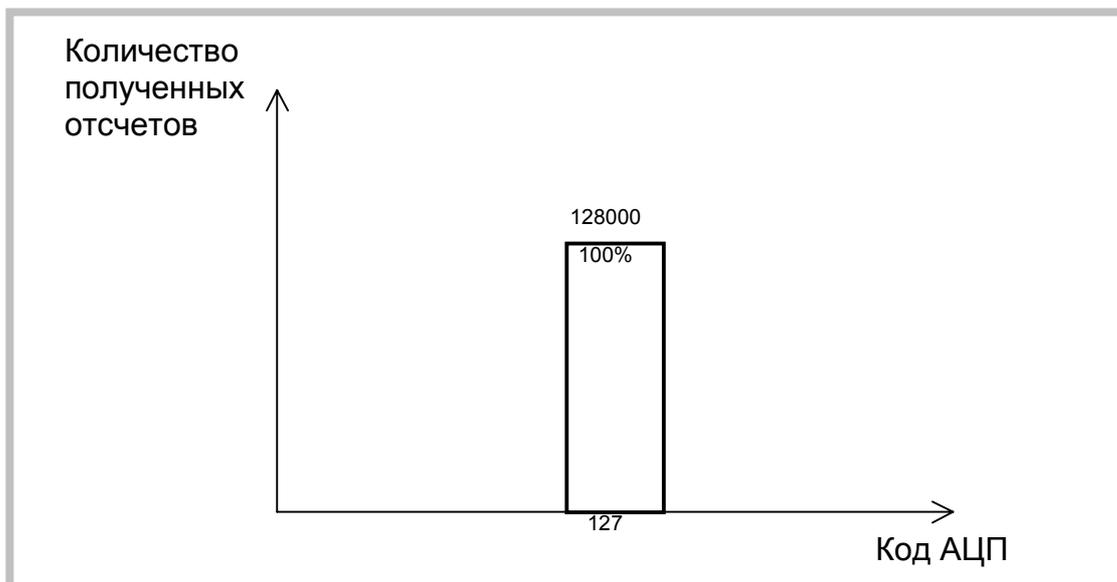

Рисунок 8. Статистика результатов данных 2
- 2) Диапазон напряжений входного сигнала платы ЛА-н10М6РСІ $\pm 1В$. Частота запуска АЦП - 6,25 МГц. Число собранных отсчетов 128000 (Рисунок 8).